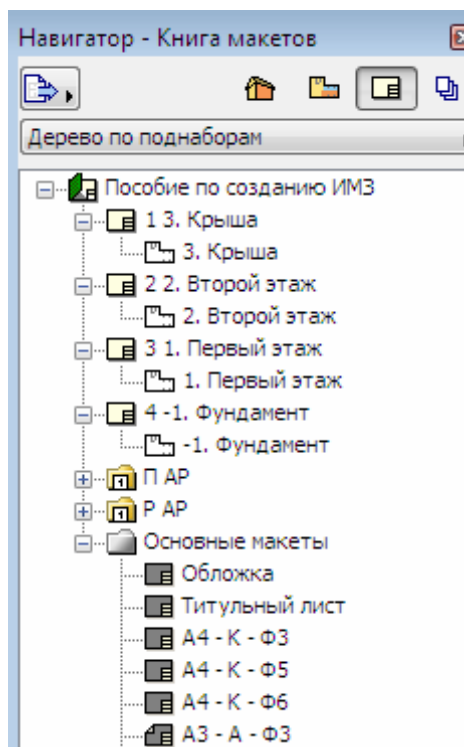

Рис. 4
3. Нажмите третью слева кнопку в верхней части навигатора. Эта кнопка открывает книгу макетов навигатора (рис. 4). Книга макетов — совокупность страниц, на которых располагаются чертежи. Именно здесь подготавливаются чертежи для их последующей печати, вывода на плоттер или сохранения